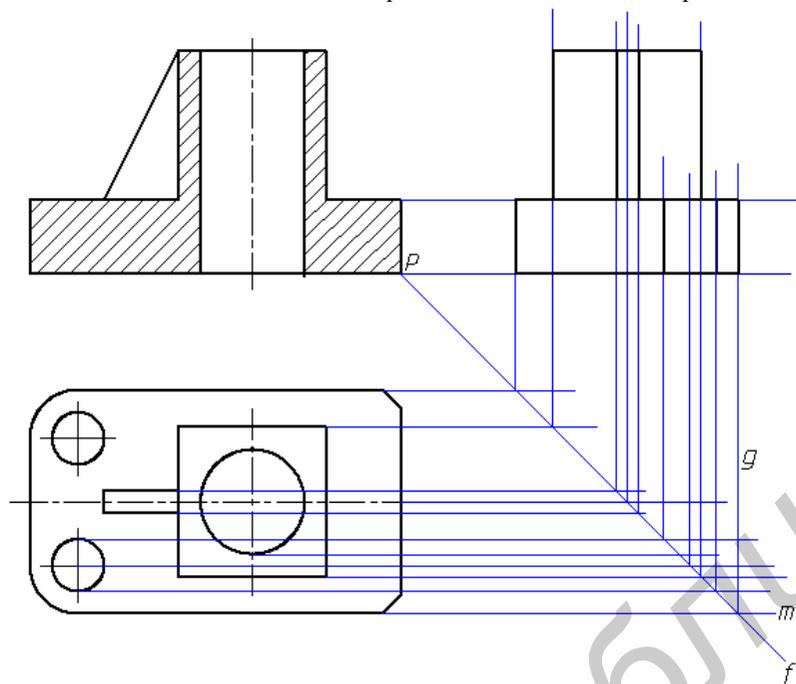

Рис.19. Построение изображения слева
Для построения изображения слева в AutoCAD лучше всего воспользоваться вспомогательной осью отражения, как показано на рис.19.
2. Проведем горизонтальные и вертикальные вспомогательные линии проекционной связи, так как показано на рис.19. В качестве примера проведем линии **m** и **g**.